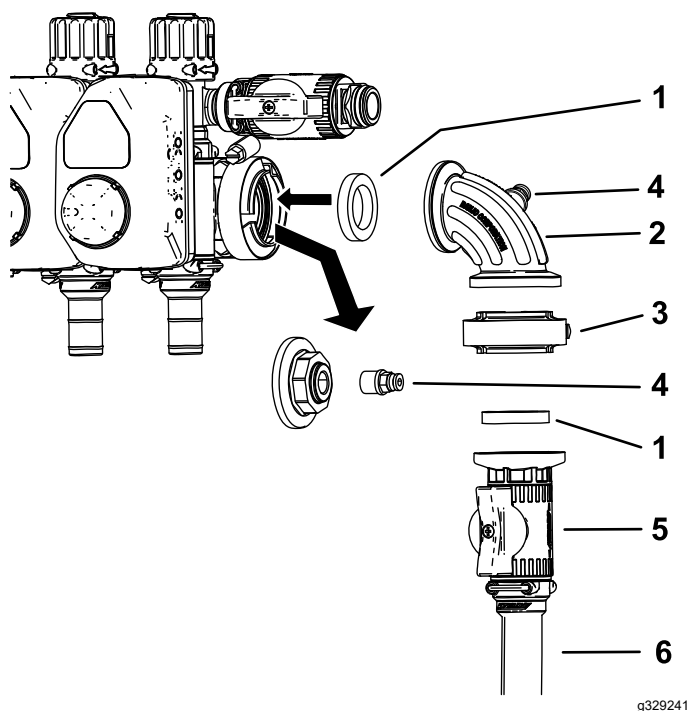

Bild 21
9. Nehmen Sie den Deckel und die Kupplung vom Druckmanometeranschluss ab (**Bild 21**).
10. Montieren Sie das Regelventil, wie in Bild 21 abgebildet.
11. Bauen Sie die Kupplung in den offenen Anschluss am 90-Grad-Anschlussstück ein (Bild 21).